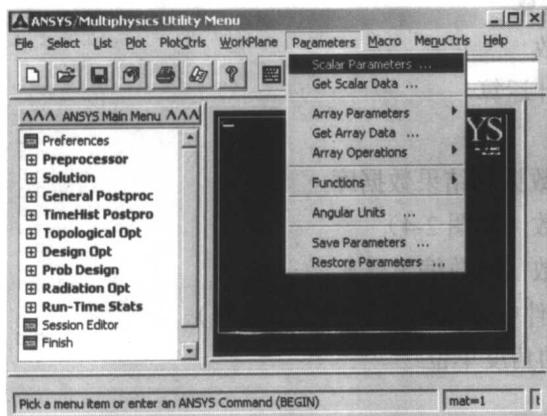
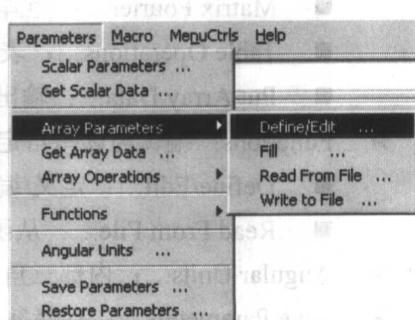
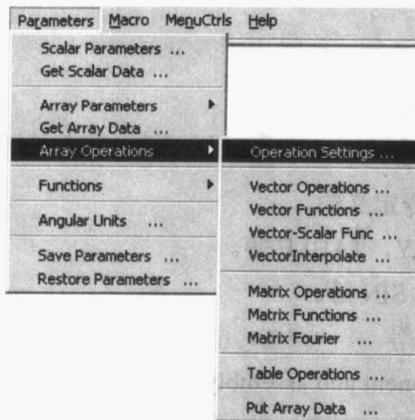
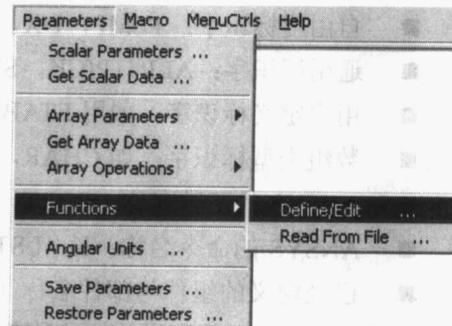

图 2-1 参数化操作菜单
图 2-2 定义/编辑/填充/读入/写出数组与表菜单
图 2-3 数组（矢量/矩阵）运算菜单
图 2-4 自定义函数菜单
在正式学习参数的用法之前, 首先熟悉 ANSYS 中与参数相关的菜单系统, 如图 2-1 所示为参数化操作菜单, 如图 2-2、图 2-3 和图 2-4 所示分别为参数化操作菜单的下级子菜单。对照各级菜单路径, 该参数化操作菜单所包含子菜单的意义与功能如下:
- Array Parameters: 定义/删除/编辑数组或表（如图 2-2）
- Array Operations: 数组运算（如图 2-3）
- Functions: 编辑与读写自定义函数（如图 2-4）